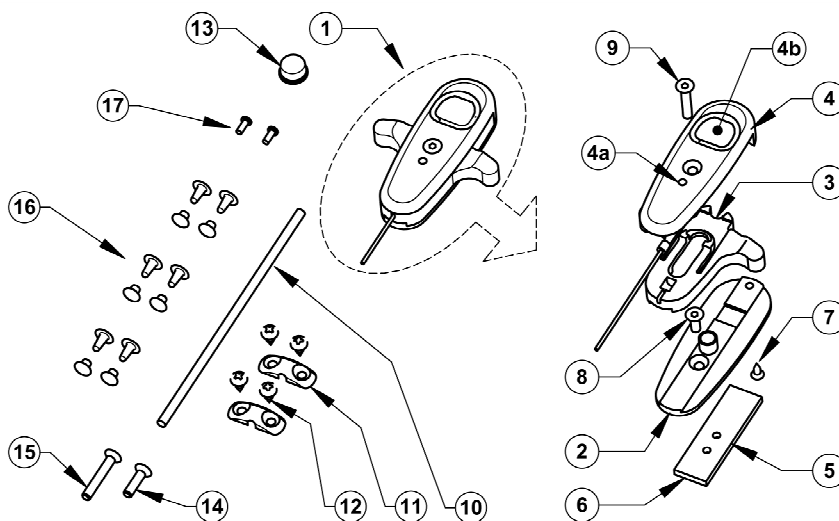

Fig 1
- Désassembler la manette (fig.1) en dévissant dans l'ordre les vis 8, 9 et 7 (pour pouvoir accéder à la vis 8, la manette doit être impérativement en position basse, le trou 4a permettant dans cette position le passage d'une clé six pans de 2mm)